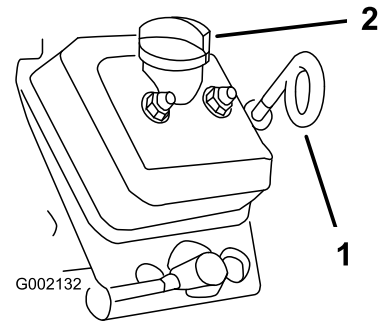

Bild 44
8. Reinigen Sie den Bereich um den Ölpeilstab, den Fülldeckel und Füllstutzen und nehmen Sie den Peilstab heraus (Bild 44).
9. Entfernen Sie den Fülldeckel und gießen Sie Öl der angegebenen Sorte in den Füllstutzen, bis der Ölstand die Voll-Markierung am Peilstab erreicht (Bild 44).
10. Stecken Sie den Peilstab ganz in den Füllstutzen, ziehen Sie ihn dann heraus und prüfen Sie den Ölstand (Bild 44).
11. Stecken Sie den Peilstab ganz in den Füllstutzen ein und setzen Sie den Fülldeckel auf den Füllstutzen, bis beide fest sitzen (Bild 44).